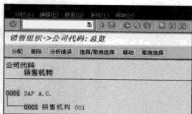

图 8-12 “销售组织→公司代码:总览”界面
STEP 1 在命令栏输入 SPRO 命令,通过菜单选择“企业结构→分配→销售和分销→给公司代码分配销售组织”选项,进入“销售组织→公司代码:总览”界面,如图 8-12 所示。